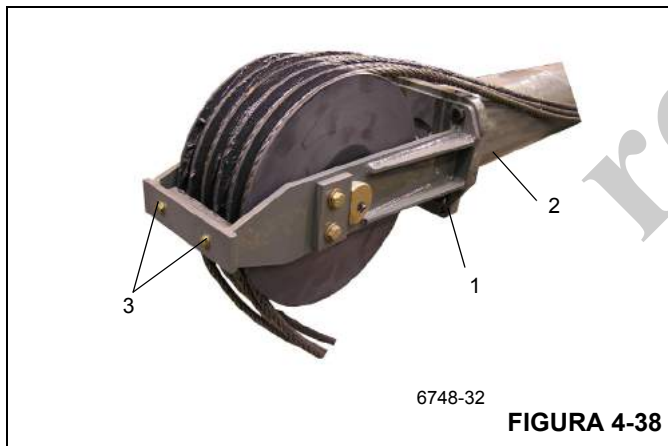

FIGURA 4-38
4. Instale o suporte e o conjunto da polia do cilindro telescópico (Figura 4-38, 1) no cilindro telescópico (Figura 4-38, 2).
- b. Não instale o retentor de cabos com as ferragens (Figura 4-38, 3) até que os cabos de extensão sejam passados em volta da polia